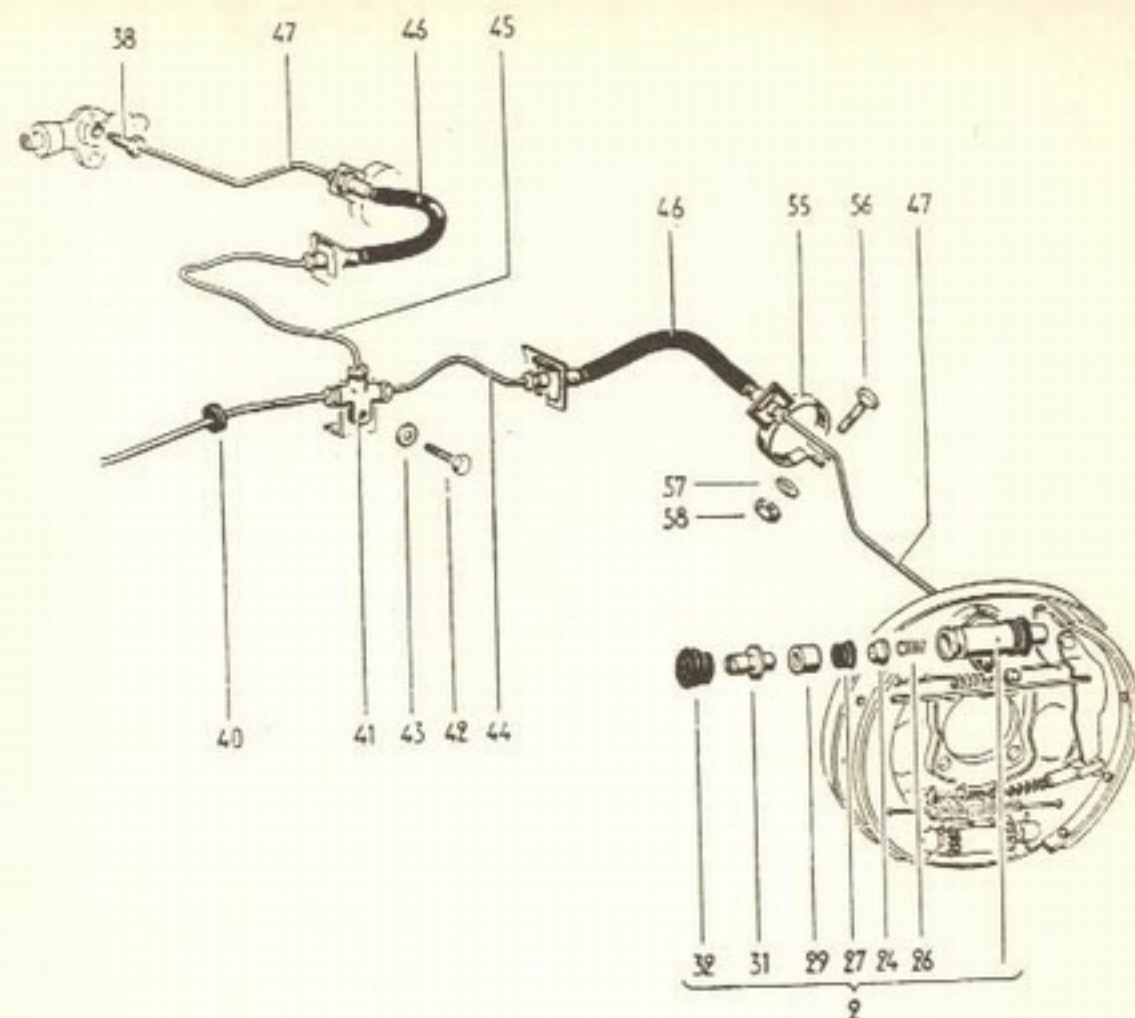

Fig. 2-R — Parte traseira do sistema de freios do sedan e do Karmann Ghia
- 9) — Eixo engripado (direção dos utilitários). Lubrificam-se as graxeiras do eixo e se o defeito persistir, substitui-se o mesmo ou suas buchas. Para se verificar se é essa mesma a causa desligam-se as ponteiras que se prendem a essa alavanca, em número de três (fig. 2-P) e verifica-se se a alavanca se move livremente ou não.